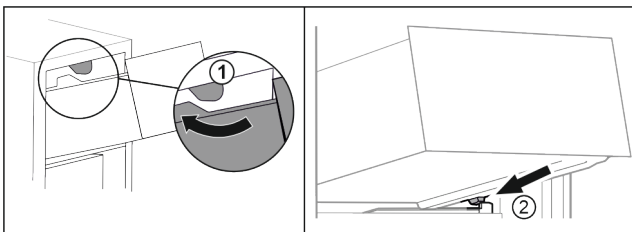

Fig. 61
- ▶ Schubfach um die oberen Stopper herumführen. Fig. 61 (1)
- ▶ Schubfach schräg hinter den unteren Stoppern auf Behälterrippe aufsetzen. Fig. 61 (2)